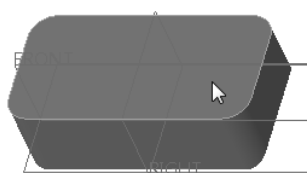

图 5-152 选择实体曲面
2) 选择图 5-152 所示的实体曲面（上面）。为了便于选择所需的实体曲面，可以巧妙地将“选择过滤器”的选项临时设置为“几何”。